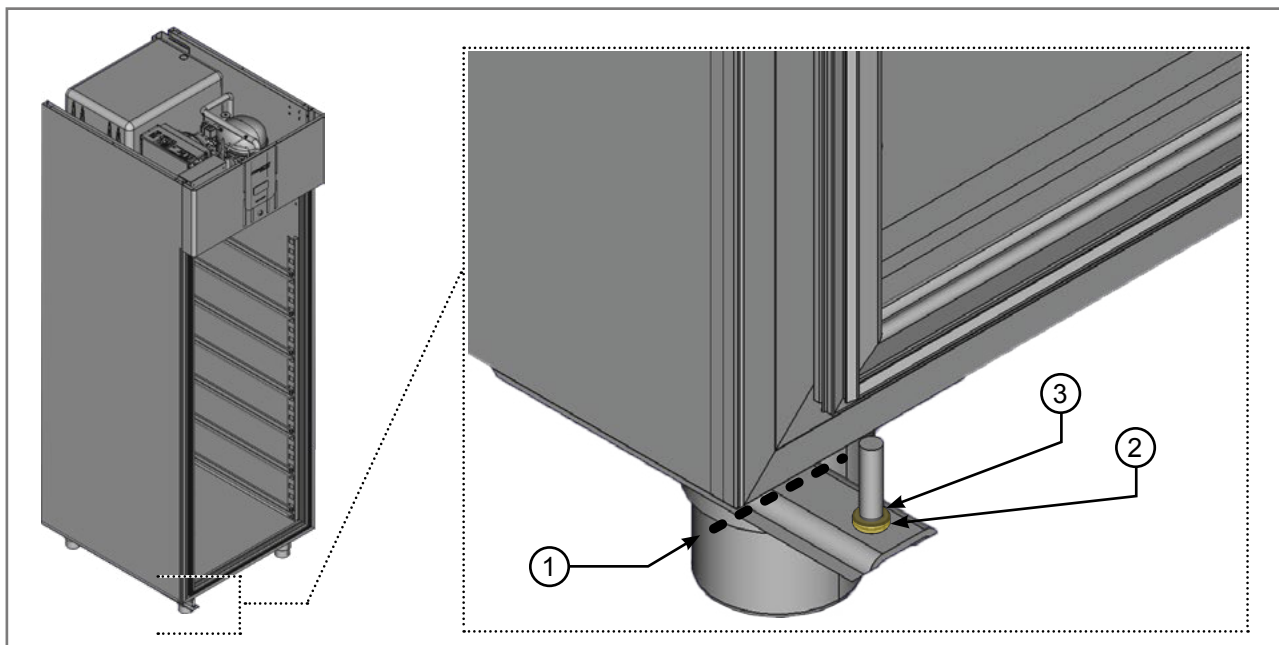

Abb. 3.23 - An der Markierung ausrichten und auf die Unterlegscheiben achten
- Positionieren Sie die untere Türangel auf der gegenüberliegenden Seite des Schrankes und richten Sie sie an der zuvor mit Bleistift angezeichneten Markierung aus (1 – Abb. 3.23).
- Prüfen Sie, ob die Kunststoffunterlegscheibe(n) (2 – Abb. 3.23) richtig unter der Messingscheibe (3 – Abb. 3.23) positioniert ist/sind, die sich beide an der unteren Türangel befinden.